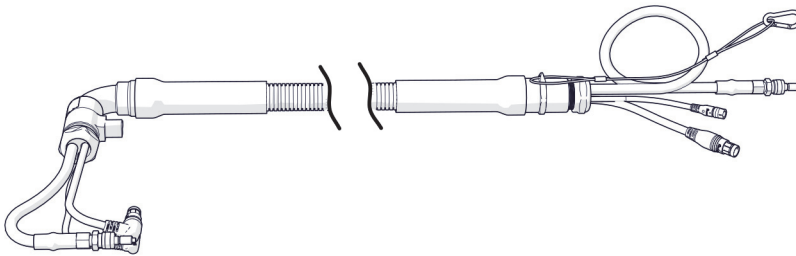
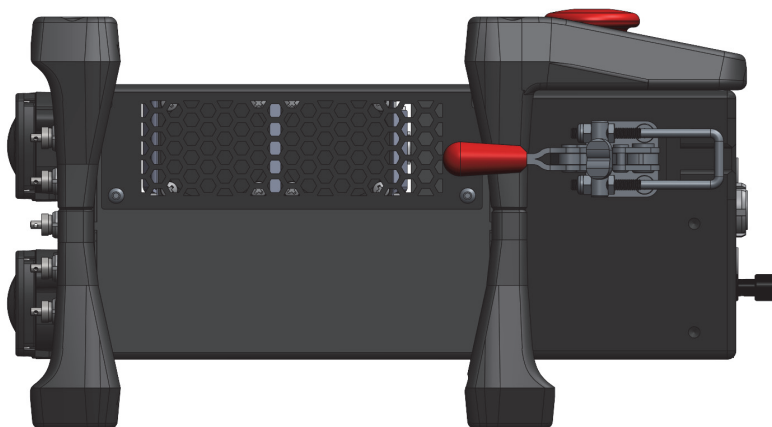

Figura 1-3 Cable umbilical PipeWIZARD iX
Figura 1-6 Panel derecho de la unidad de adquisición
El cable umbilical (ver Figura 1-3 en la página 26) es una carcasa de cableado resistente, compuesta por el cable de alimentación, el cable de adquisición de datos y un conducto de agua para el acoplante. Para permitir que el escáner motorizado se mueva libremente a lo largo de la circunferencia de la banda sin doblar el cable umbilical, uno de sus extremos presenta un codo giratorio. Un extremo del cable umbilical está diseñado para fijarse al panel frontal de la unidad de alimentación (ver Figura 1-2 en la página 25) e incluye un mosquetón, mientras que el otro extremo está diseñado con un cierre para asegurarlo al panel derecho de la unidad de adquisición (ver Figura 1-6 en la página 31). Hay diferentes longitudes disponibles para el cable umbilical (ver Tabla 12 en la página 121).
4. Alinee la muesca de la sección de alivio de tensión del cable umbilical con el receptáculo de la unidad de adquisición (ver Figura 1-6 en la página 31).
El panel derecho de la unidad de adquisición PipeWIZARD iX (ver Figura 1-6 en la página 31) proporciona la siguiente funcionalidad: